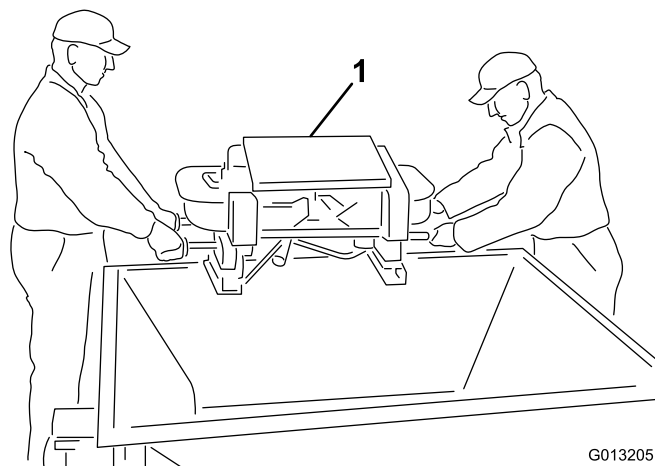

Bild 5
4. Heben Sie den Doppel-Tellerstreuer mit den zwei äußeren Griffen des Doppel-Tellerstreuers aus der Füllkiste und setzen Sie ihn auf dem Boden ab (Bild 5).